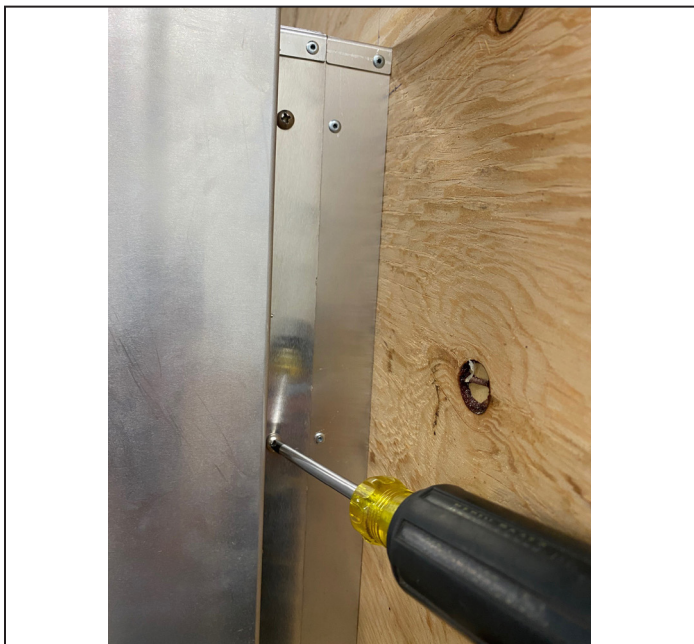

FIGURE 4.1 Retrait du couvercle de la base du HTK-EXT
1. Retirez les (3) vis retenant le protecteur de revêtement de vinyle (déflecteur de chaleur) à la base du HTK-EXT.
2. Retirez les (3) de chaque côté du couvercle. Retirez le couvercle de la base du HTK-EXT. Voir **FIGURE 4.1**.